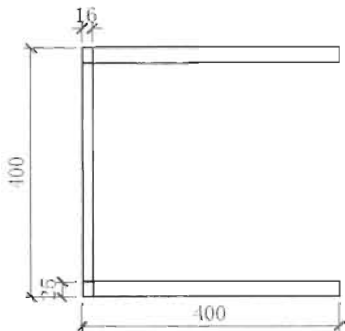

图 4-173
(4) 单击“绘图”工具栏中的“矩形”按钮, 捕捉下面矩形的左下角端点为起点, 绘制一个 16×400mm 的矩形, 如图 4-173 所示。